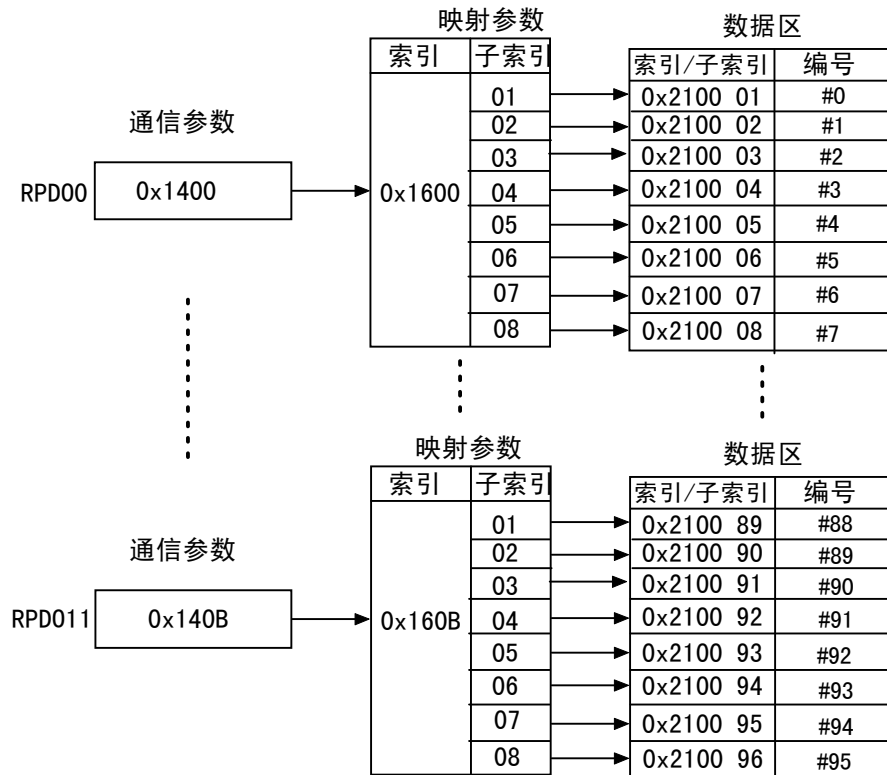

图 7 RPDO 映射关系
在XGate-COP10出厂时已经为每个PDO预定义了映射对象，如图 7所示，全部RPDO的数据映射项都默认连接到XGate-COP10 8bit输出区。即当RPDO接收到来自网络的数据之后，把数据更新到所对应的输出数据区，当数据更新完成之后，XGate-COP10会给出一个中断信号（高电平→低电平），当数据未被读取时中断信号引脚将一址保持低电平，数据被读出之后中断引脚将保持在高电平。
**例：**假设XGate-COP10 节点为 0x20，采用预定义连接，则RPD00 的COB-ID为 0x220。则其接收的TPDO COB-D也应为 0x220 如表 48所示，该TPDO正好与节点NodeID为 0x20 的RPD01 的COB-ID相同，则该RPD0接收这帧PDO数据，并且按照图 7所示的映射关系图把数据更新到数据输出区，最后输出缓冲区对应的数据如表 49所示。